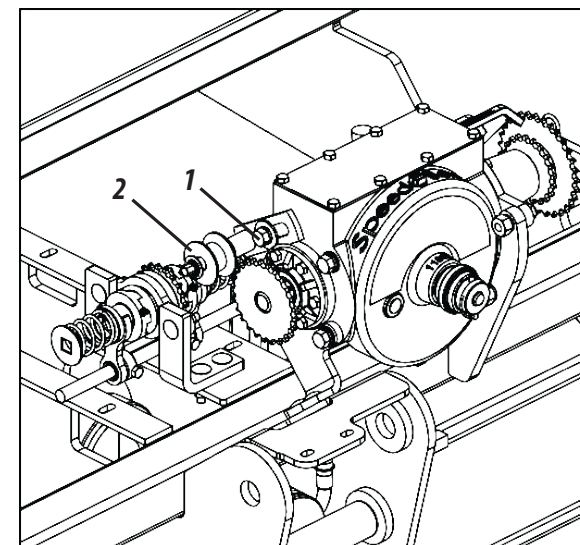

Figura 59
- 1- Lubrique periódicamente los bujes de los discos dobles (1) aproximadamente cada 200 horas y al final de la temporada, para ello siga las siguientes y al final de cada temporada de la siguiente manera:
- 2- Retire el anillo de retención (2) del cubo (3). Examine los cojinetes, si hay espacios, ajuste a través de la tuerca almenada (4). Inserte grasa nueva en la tapa (5). Vuelva a colocar la tapa del cubo en el cubo y asegúrelo con el anillo de retención (1), **como se muestra en la Figura 59.**